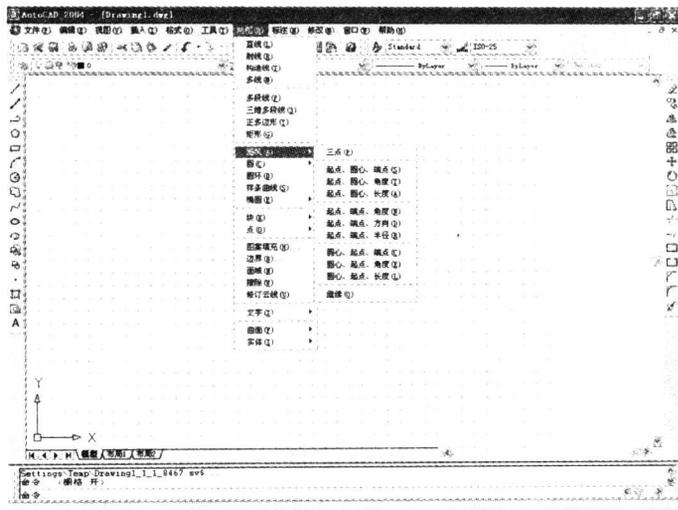

图 1.6 AutoCAD 菜单栏
- 菜单命令中，右边有三角图标的项目表示还有子菜单，如图 1.6 所示。